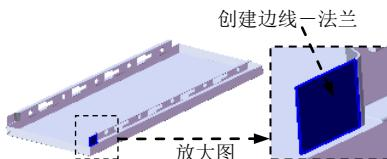
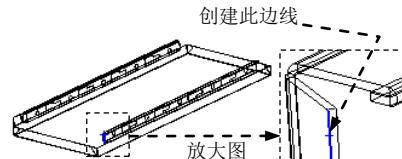

图 17.9.70 创建边线一法兰 18
图 17.9.71 定义特征的边线
Step32. 用相同的方法创建另一侧的边线一法兰 18 (图 17.9.70), 边线法兰的边线如图 17.9.71 所示。详细操作过程参见 Step30。